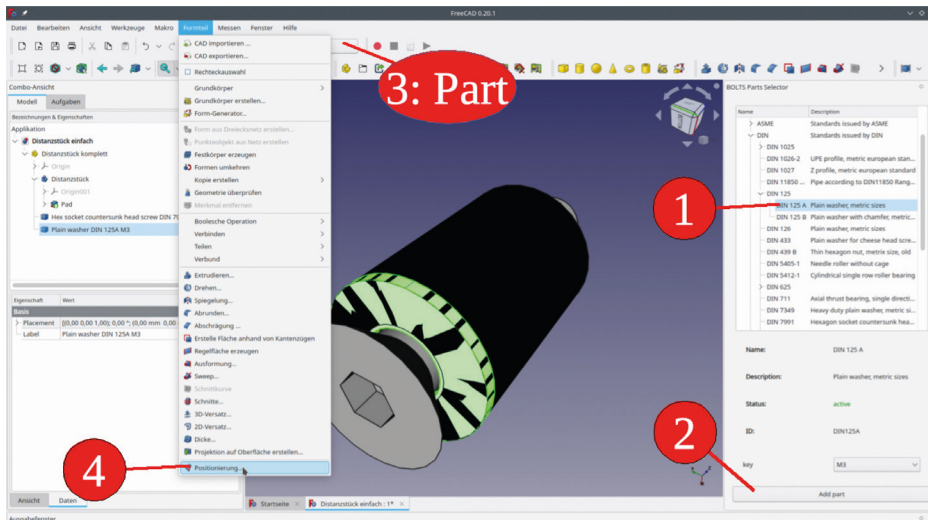

Bild 4-14
8. Man könnte jetzt wieder mit den "Placement"-Parametern dafür sorgen, dass die Unterlegscheibe an der richtigen Stelle erscheint. Besser ist es jedoch, eine Beziehung zwischen dem Distanzstück und der Unterlegscheibe zu bestimmen. Das eröffnet die nützliche Möglichkeit, später nur durch Ändern der Distanzstücklänge Varianten zu erzeugen, bei denen die Unterlegscheibe (und später die Mutter) gleich an der richtigen Stelle erscheinen. Um die Beziehung zu definieren, wechseln wir in die workbench "Part" (Bild 4-14, Ziffer 3).
9. In der Bauman sicht sollte vom vorigen Schritt "Plain washer DIN12A M3" noch angewählt sein, sonst durch Einfachklick markieren. Aus dem Hauptmenü wählen wir "Formteil | Positionierung" (Bild 4-14, Ziffer 4). Es erscheint ein Aufgabenbereich mit dem Titel "Anhang" (weil wir das Teil mit einer Beziehung "anhängen" wollen).